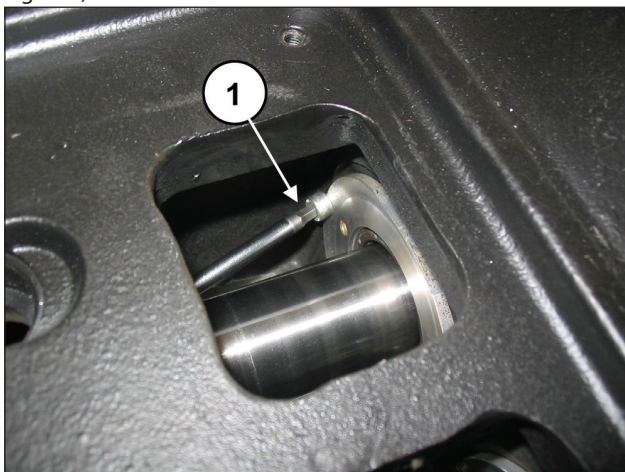

Fig. 127
Svitare le due viti di bloccaggio del coperchio paraolio (pos. ①, Fig. 127).